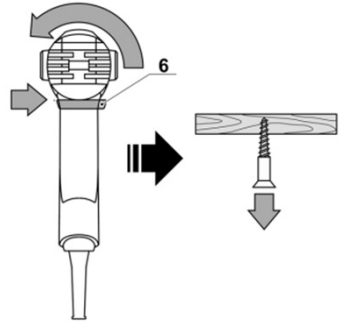

Fig. 5 – Sentido de rotación
Con el motor parado, seleccione el sentido de giro en el botón de reversión (6), tal como se muestra en la Fig. 5.